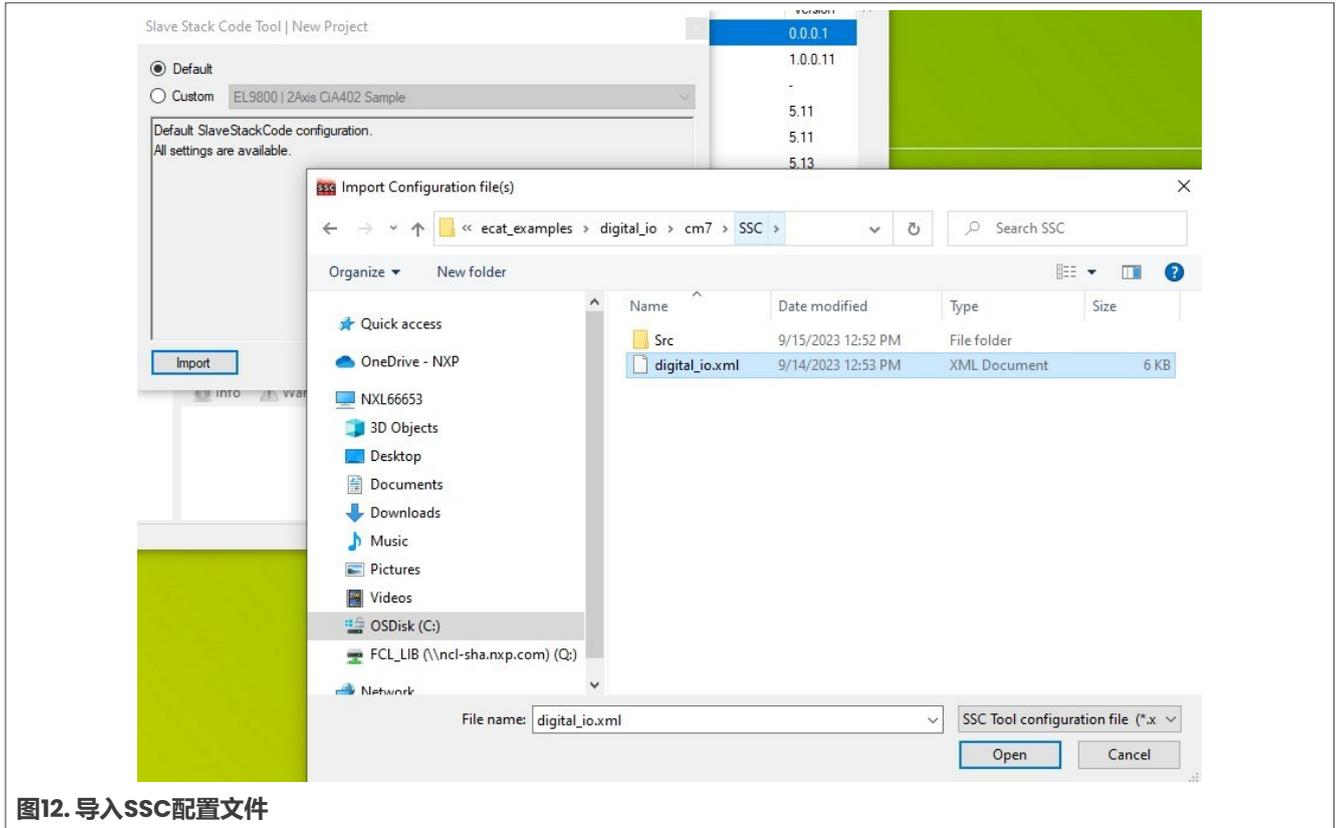

图12. 导入SSC配置文件
4. 可以使用SSC配置文件来添加NXP Digital IO工程，该文件位于MIMXRT1180-EVK SDK的相应目录中，具体如图12所示。本应用笔记中使用的SDK版本为2.14.1。